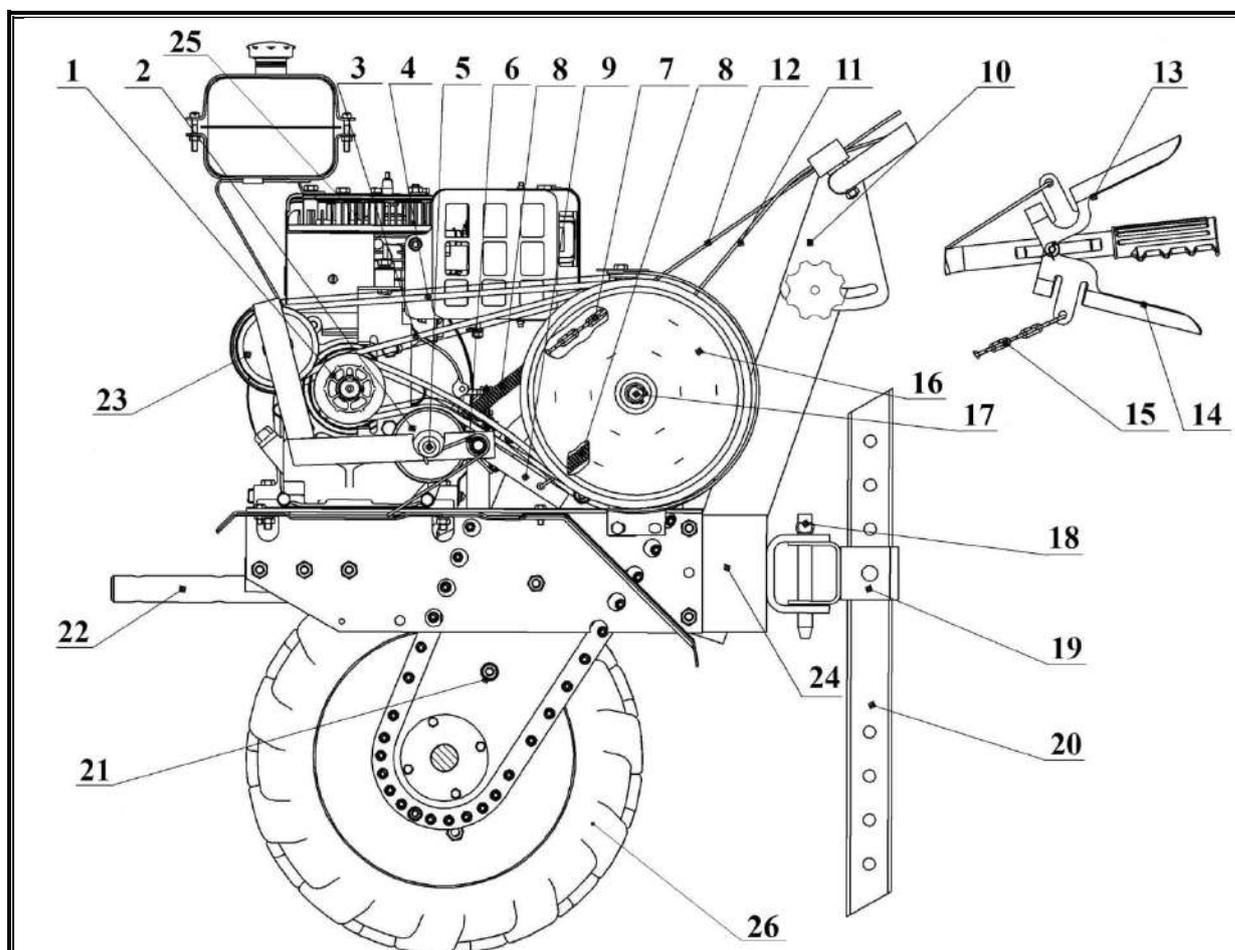

Рисунок 4 - Мотоблок. Вид слева (щиток снят)
5.3.1 На мотоблоке МБ-1Д1М (рисунок 4) и его модификациях сцепление состоит из: двух ремней 3 и 4, шкива переднего хода 2, шкива заднего хода 23, ведущего шкива 1, шкива редуктора 16, тяг 11 и 12, цепей 7 и 15, пружин 6 и 8, рычага переднего хода 13 и рычага заднего хода 14.
6.1.1 Распакуйте мотоблок, если он находится в упаковочной таре. Штырь 22 (рисунок 4) установите в горизонтальное положение и зафиксируйте крепежом. При упаковке штырь опускается вниз, а крепеж устанавливается на место крепления штыря. Установите акселератор на руль (рисунок 7).
- 1) один конец тяги 11 (рисунок 4) присоедините к рычагу 13 переднего хода, а второй – с помощью цепи 7 к пружине 6;